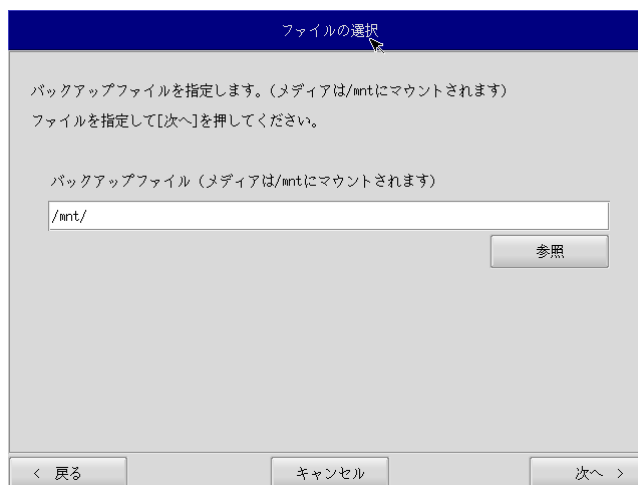

図 5-5-2. ファイル選択画面
- ⑥ ファイル選択画面（図 5-5-2）が表示されます。[参照]ボタンを押します。